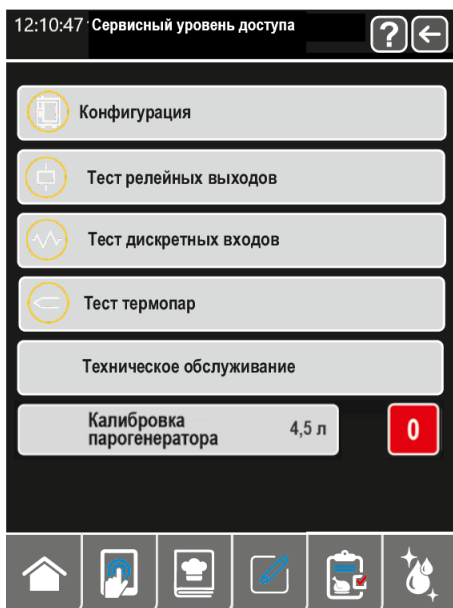

Рис.15.10 Окно «СЕРВИСНЫЙ УРОВЕНЬ ДОСТУПА»
5.6.5.4. В окне «СЕРВИС» (см. рис. 15.7) выберите «СЕРВИСНЫЙ УРОВЕНЬ ДОСТУПА». Введите пароль «0000». Отобразится окно «СЕРВИСНЫЙ УРОВЕНЬ ДОСТУПА» (см. рис. 15.10).
5.6.5.4.1 В окне «СЕРВИСНЫЙ УРОВЕНЬ ДОСТУПА» (см. рис. 15.10) нажмите на строку «ТЕСТ РЕЛЕЙНЫХ ВЫХОДОВ». Отобразится окно «ТЕСТ РЕЛЕЙНЫХ ВЫХОДОВ» (см. рис. 5.12). Все выходы реле на контроллере релейной платы отключатся.
5.6.5.4.2 В окне «**СЕРВИСНЫЙ УРОВЕНЬ ДОСТУПА**» (см. рис. 15.10) нажмите на строку «**ТЕСТ ДИСКРЕТНЫХ ВХОДОВ**». Отобразится окно «**ТЕСТ ДИСКРЕТНЫХ ВХОДОВ**». (см. рис. 5.13).
5.6.5.4.3 В окне «**СЕРВИСНЫЙ УРОВЕНЬ ДОСТУПА**» (см. рис. 15.10) нажмите на строку «**ТЕСТ ТЕРМОПАР**». Отобразится окно «**ТЕСТ ТЕРМОПАР**» (см. рис. 5.14). Все выходы реле на контроллере релейной платы отключатся.
5.6.5.4.4 В окне «СЕРВИСНЫЙ УРОВЕНЬ ДОСТУПА» (см. рис. 15.10) нажмите на строку «ТЕХНИЧЕСКОЕ ОБСЛУЖИВАНИЕ». Отобразится окно «ТЕХНИЧЕСКОЕ ОБСЛУЖИВАНИЕ» (см. рис. 5.15).
5.6.5.4.5 В окне «**СЕРВИСНЫЙ УРОВЕНЬ ДОСТУПА**» (см. рис. 15.10) в строке калибровка парогенератора имеется кнопка для её запуска. При необходимости провести новую калибровку объёма